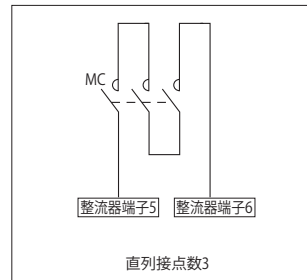

図 6-3 急制動回路での接点接続例
- 電磁接触器の接点は、直列に接点を接続してください。（図 6-3 参照）
- バリスタ（VR）は、最短距離で接続してください。（図 6-3 参照）